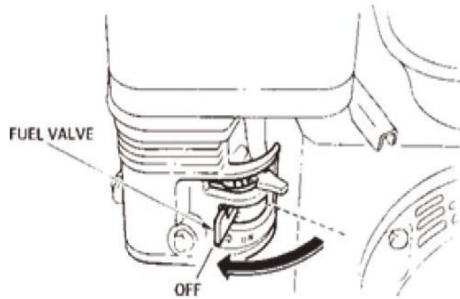

FIG.13
10.3 Sluit de brandstofafsluitklep (FIG. 13) door de brandstofklephendel te bewegen naar de UIT-positie.